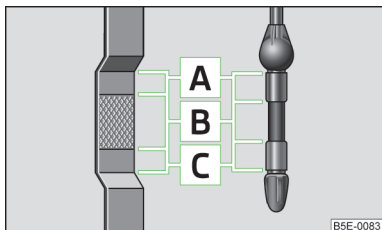

Abb. 163
- Liegt der Ölstand oberhalb des Bereichs  » Abb. 163 auf Seite 194,  nicht weiterfahren! Den Motor abstellen und die Hilfe eines Fachbetriebs in Anspruch nehmen.
Der Ölmeßstab zeigt den Motorölstand an » Abb. 163.
Der Ölstand darf keinesfalls oberhalb des Bereichs **A** » Abb. 163 liegen - es besteht die Beschädigungsgefahr der Abgasanlage!